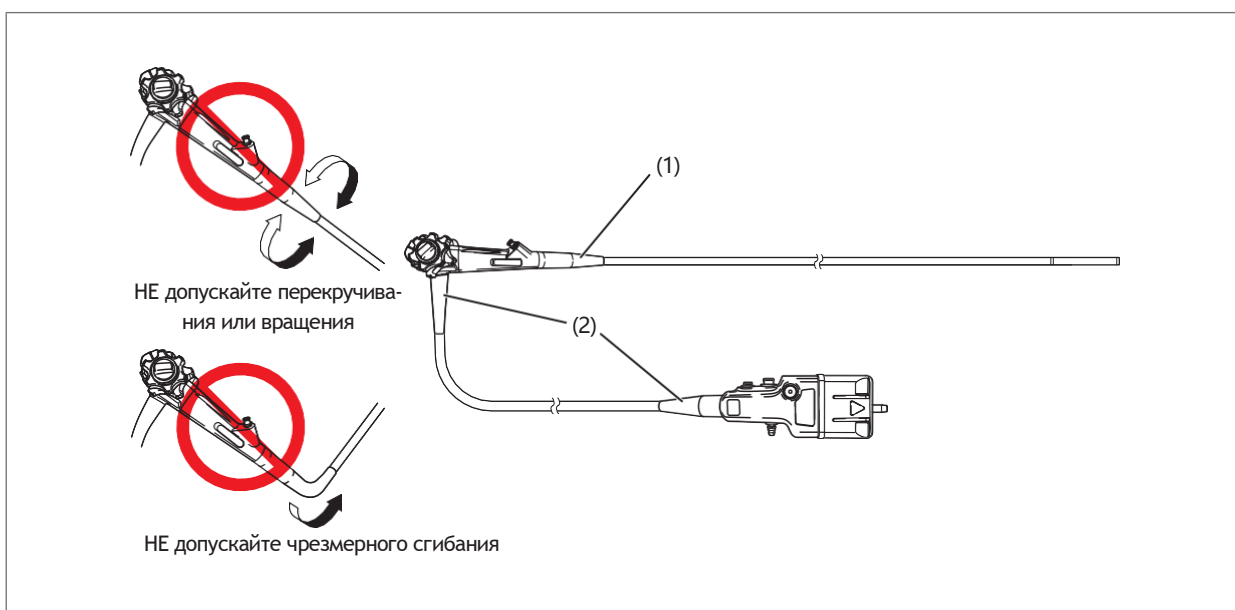

Рис. 4.2
- ЗАПРЕЩАЕТСЯ чрезмерно скручивать, поворачивать и изгибать компенсаторы механических напряжений на эндоскопе (компенсаторы механических напряжений – см. Рис. 4.2 (1) и (2)). Это может привести к повреждению эндоскопа. Обратите особое внимание на осторожное обращение с компенсатором вводимой части (см. Рис. 4.2 (1)) на эндоскопе, так как он имеет маленький диаметр и с большей вероятностью может быть поврежден при неправильном обращении.